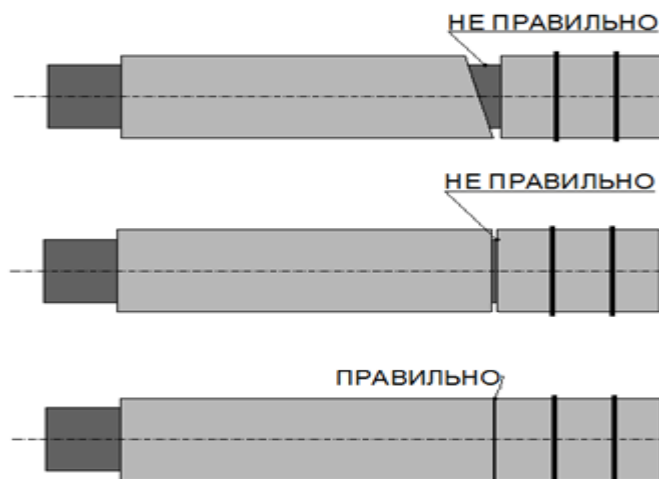

Рис. 1. Торцевое примыкание соседних цилиндров.
4.2. Цилиндры BOS-PIPE монтируются на трубу через внешний продольный разрез. Цилиндры должны быть плотно прижаты друг к другу. Торцы цилиндров должны быть ровными, между цилиндрами не должно быть щелей и зазоров, но если есть неровности, то их необходимо срезать ножом (рис.1).